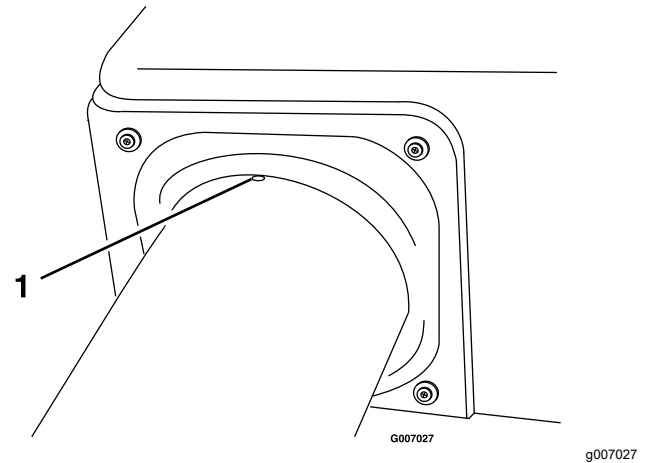

Figura 41
4. Centre el resalte del tubo superior entre los tornillos que sujetan la junta de la tolva a la tolva (Figura 41).
8. Compruebe que el resalte de la Figura 41 está todavía en su lugar.